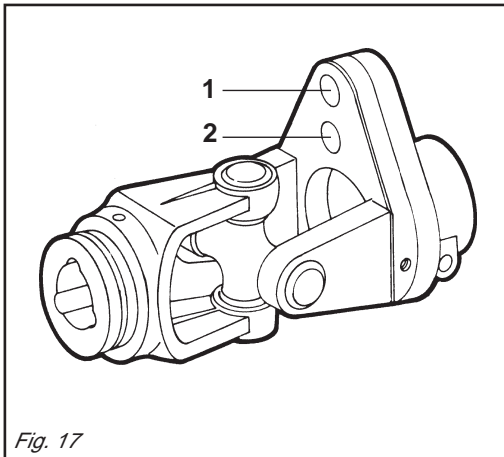

Fig. 17
Se la frizione non slitta, svitare uniformemente tutti i dadi (1 Fig. 17) che fissano le molle. Svitare un giro alla volta e verificare la frizione dopo circa 300 metri di lavoro. Se necessario ripetere l'operazione, sempre svitando un giro alla volta. Se la frizione mantiene durante il lavoro una temperatura di circa 40-50 gradi circa significa che è regolata in modo corretto. **Non serrare mai a fondo i dadi, poiché in tal modo si elimina la funzione delle molle e dunque della frizione a danno degli organi di trasmissione.**
If the clutch does not slip, evenly unscrew all the spring fixing nuts (1 Fig. 17).
Wenn die Kupplung nicht schlupft, alle Muttern (1 Abb. 17), die die Federn spannen, gleichmäßig lockern. Alle Muttern um eine Umdrehung losschrauben und die Kupplung nach 300 Metern Fahrstrecke prüfen. Den Vorgang falls erforderlich wiederholen, jeweils eine Umdrehung pro Versuch. Wenn die Kupplung während der Arbeit eine Temperatur von circa 40-50°C beibehält, ist sie richtig eingestellt. **Die Muttern nie ganz festziehen, weil dabei die Wirkung die Federn und damit der Kupplung aufgehoben würde, was sich schädlich auf die Getriebe-teile auswirken würde.**
*Si l'embrayage ne patine pas, dévissez de manière uniforme tous les écrous (1 Fig. 17) de fixation des ressorts. Dévissez d'un tour à la fois et vérifiez l'embrayage après environ 300 mètres de travail. Si nécessaire, répétez l'opération en dévissant toujours d'un tour à la fois. Quand l'embrayage maintient une température d'environ 40-50 degrés pendant le travail, cela signifie qu'il est réglé correctement. **Ne serrez jamais à fond les écrous car cela annule la fonction des ressorts et donc de l'embrayage au détrimement des organes de transmission.***
Si el embrague no patina, aflojar uniformemente todas las tuercas (1 Fig. 17) que fijan el resorte. Aflojar una vuelta a la vez y controlar el embrague luego de 300 metros de trabajo. Si es necesario repetir la operación siempre aflojando un giro a la vez. Si el embrague mantiene durante el trabajo una temperatura de 40-50 grados significa que está regulado en modo correcto.
Qualora, in presenza di ostacoli particolarmente resistenti tale bullone si tranci, è necessario sostituirlo con uno nuovo di dimensioni e materiale uguali. Se tale bullone è inserito nel foro (2 Fig. 17) e si trancia ripetutamente, è consigliabile montarlo nel foro (1 Fig. 17).
If the bolt, inserted in hole (2 Fig. 17), shears repeatedly, then we recommend inserting it in the hole (1 Fig. 17).
Wenn sich bei besonders widerstandskräftigen Hindernissen diese Mutter-schraube durchtrennt, muß sie durch eine neue gleicher Maße und gleichen Materials ersetzt werden. Wenn diese Mutter-schraube in Öffnung (2 Fig. 17) eingefügt ist und sich wiederholt durchtrennt, raten wir sie in Öffnung (1 Fig. 17) zu montieren.
Si en présence d'obstacles particulièrement résistants ce boulon se casse, le remplacer par un boulon neuf aux mêmes dimensions et matériau. Si ce boulon est introduit dans le trou (2 Fig. 17) et se casse maintes fois, on conseille de le monter dans le trou (1 Fig. 17).
Si, debido a obstáculos sobremanera resistentes, se tronchara el perno, hace falta que se sustituya con otro nuevo que tenga dimensiones y materiales iguales. Si el perno está introducido en el agujero (2 Fig. 17) y se tronchara muchas veces, se aconseja montarlo en el agujero (1 Fig. 17).